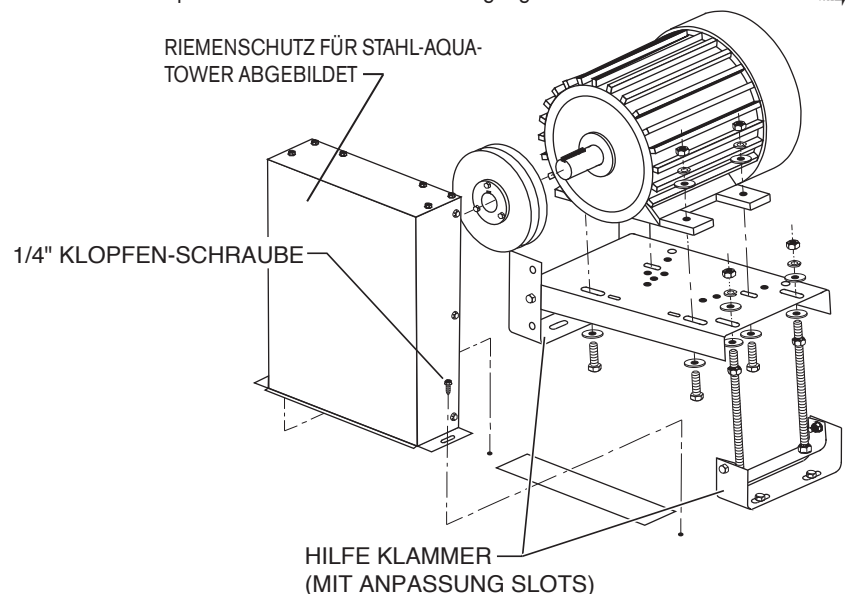
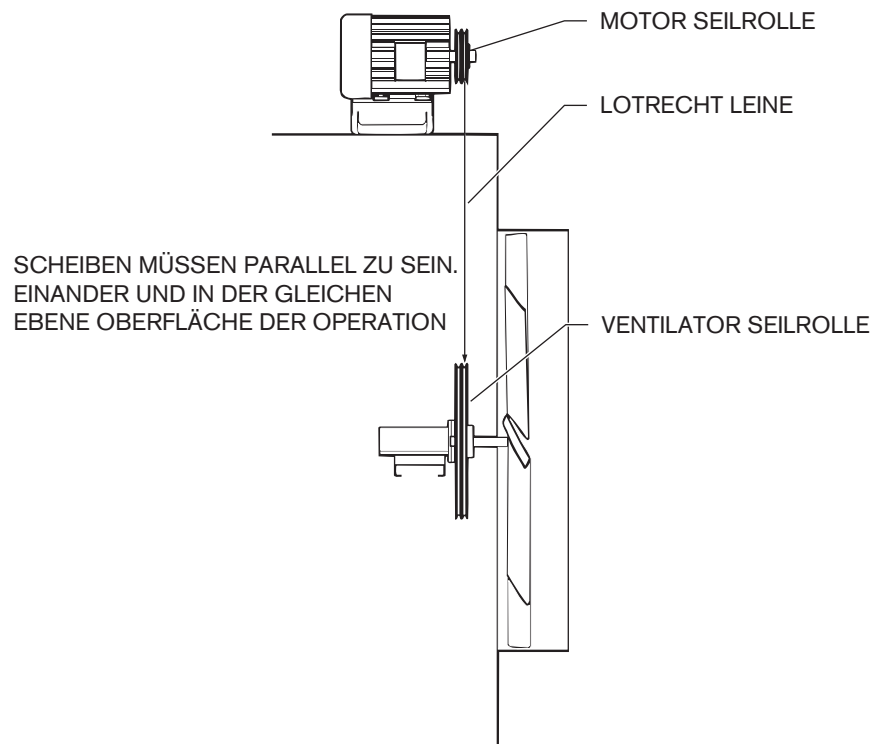
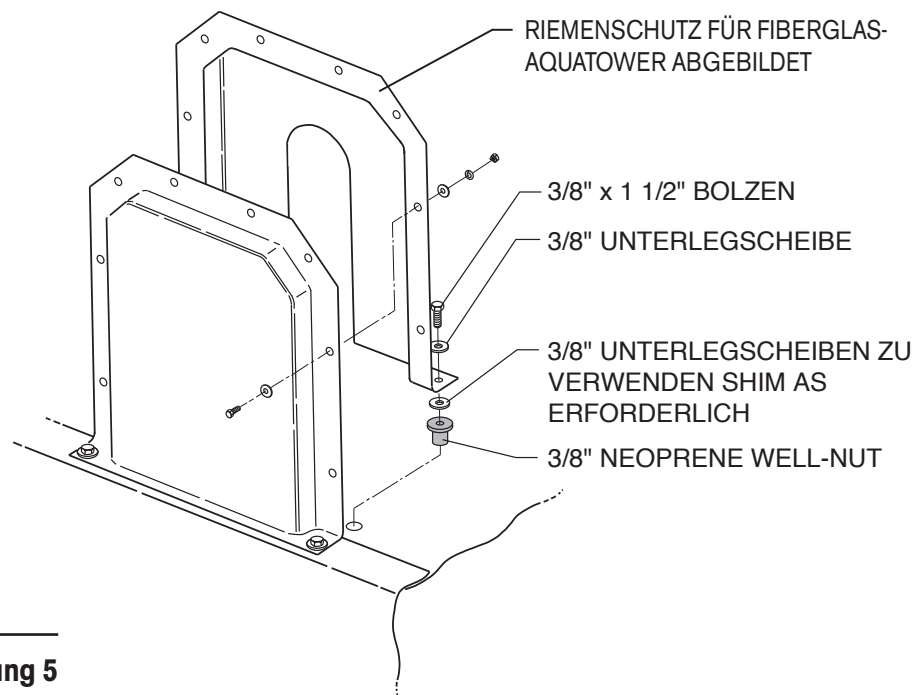

Abbildung 3
Abbildung 4
Abbildung 5
5. Installieren Sie die Motor-Scheibe und richten Sie sie mit der Ventilatorscheibe aus. Die Halterungen des Motors sind mit Schlitznuten ausgestattet, um die Ausrichtung zu erleichtern. Siehe Abbildung 3. Eine Richtschnur ist bei der Ausrichtung der Scheiben hilfreich. Siehe Abbildung 4.
8. Installieren Sie den Riemenschutz für Stahltürme wie in Abbildung 3 und für Fiberglas-Türme wie in Abbildung 5 gezeigt.